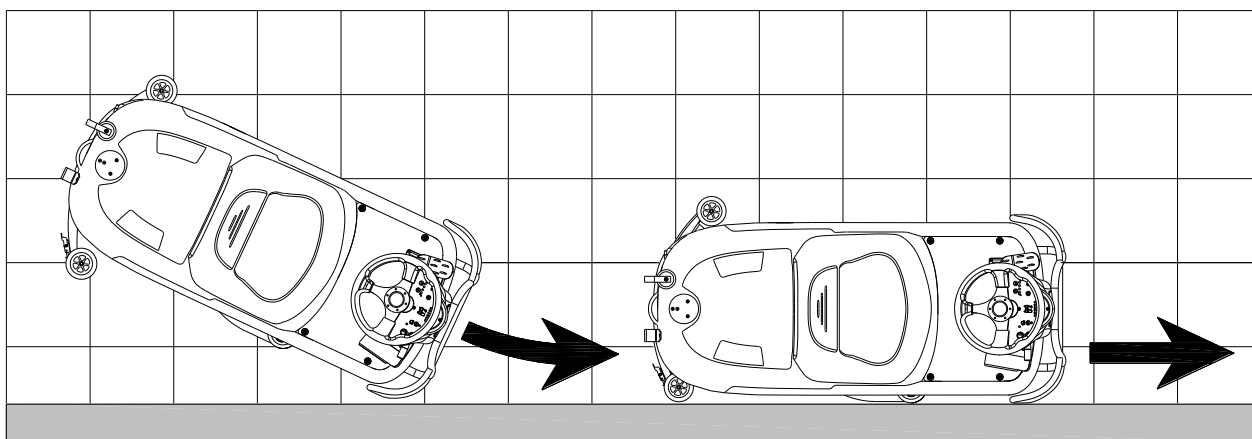
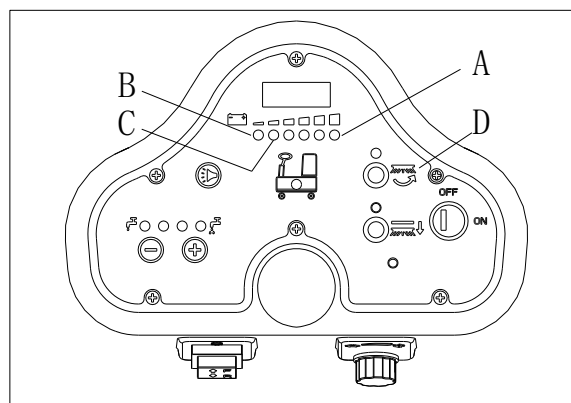

Рисунок 11
Рисунок 12
Для правильной чистки/сушки полов вдоль стен, мы предлагаем работать правой стороной машины, как показано ниже на Рис. 11.
Когда зеленый свет (А, Рисунок 12) включен, батареи имеют достаточную мощность для того, чтобы машина работала в обычном режиме; когда все зеленые лампочки выключены, желтый свет (С, Рисунок 12) включен, мощность батарей слишком низкая, пожалуйста, зарядите батареи; когда красный свет (В, Рисунок 12) мигает, батареи иссякли, вакуумный мотор и мотор щетки будут автоматически выключены с задержкой в несколько секунд, пожалуйста, отвезите машину для зарядки батарей немедленно.
Если вакуумная система выключилась случайно (например, когда поплавок блокирует из-за внезапного движения машины), для возобновления работы: выключите вакуумную турбину, нажав на переключатель (D, Рисунок 12), затем откройте крышку (А, Рисунок 11) и проверьте и убедитесь, что поплавок находится внутри поплавковой камеры (В) выше уровня воды. Затем закройте крышку (А) и включите вакуумную турбину, нажав на переключатель (D, Рисунок 12).
2. Поднимите щеточную деку (Н, Рисунок 12), нажав на педаль (G).
5. Слейте грязную воду при помощи шланга (D). Затем промойте бак чистой водой.